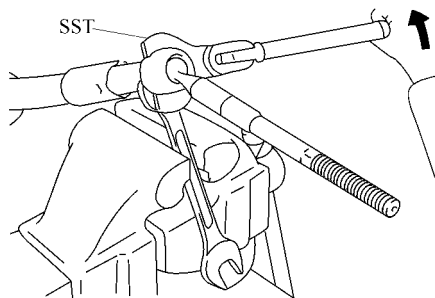

图 16-21 拆下齿条尾端和带齿垫圈
2) 使用转向机壳大修工具和 24mm 扭力扳手拆下齿条尾端和带齿垫圈，如图 16-21 所示。